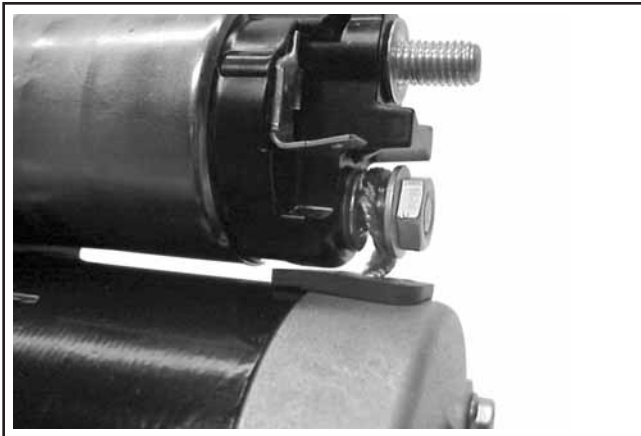

Abbildung 8-28. Anschluss des Bürstenkabels.
14. Schließen Sie die Geflechtleitung (Bürstenkabel) an den unteren Hauptmagnetanschluss an und sichern Sie sie mit der Sechskantflanschnutter. Siehe Abbildung 8-28.